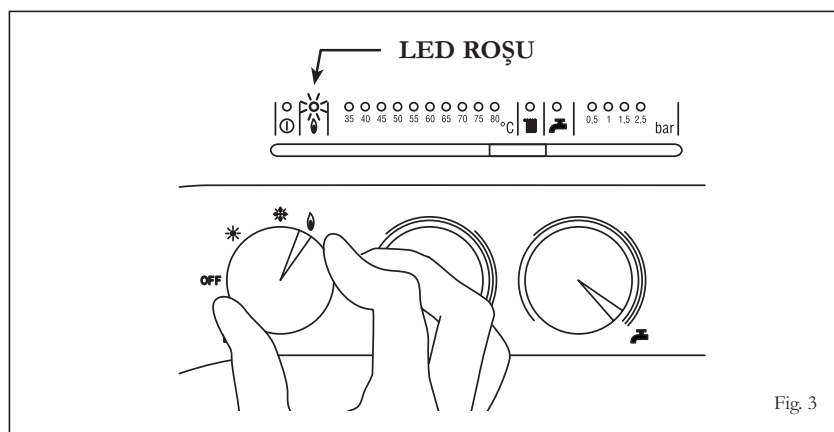

Fig. 3
– Blocaj de aprindere (fig. 3)